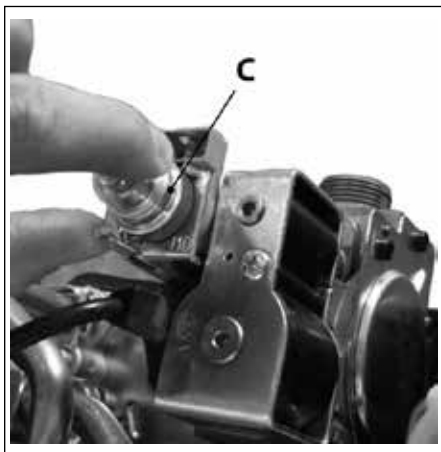

Abb. 17 Gas-Modulationspule
- Die Kunststoff-Schutzabdeckung C (siehe Abb. 17) von der Gas-Modulationspule entfernen.